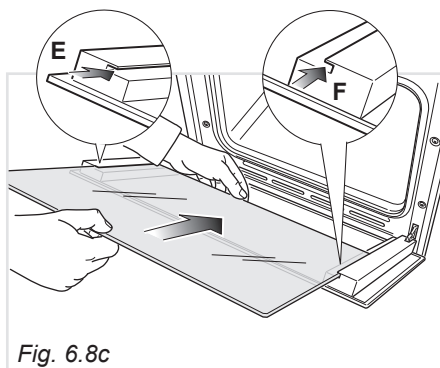
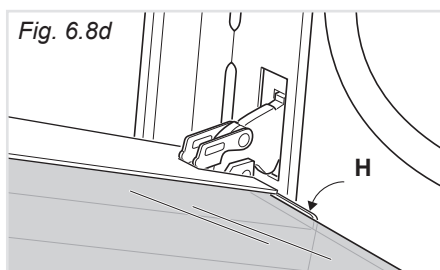

Fig. 6.8c
Fig. 6.8d
- Inserire il vetro nelle guide "E" ed "F" (fig. 6.8c) e farlo scorrere dolcemente fino ai fermi "H" (fig. 6.8d).